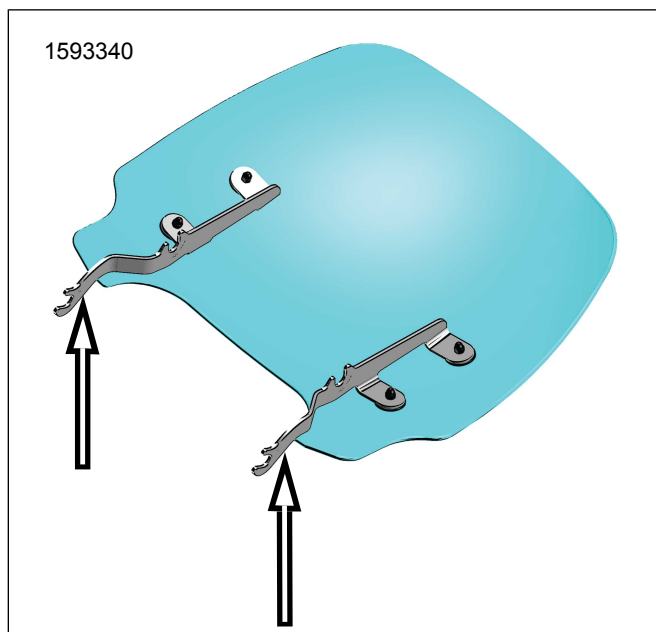

Figure 2. Supports de montage du pare-brise
1. Figure 2 Retirer le sous-ensemble de pare-brise de son emballage.